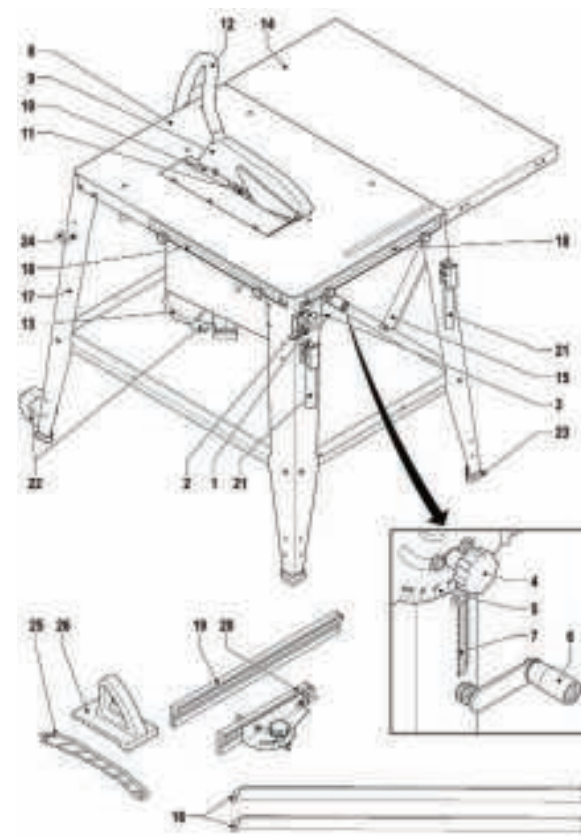

рис.1
3.1 Общий вид инструмента представлен на рис. 1